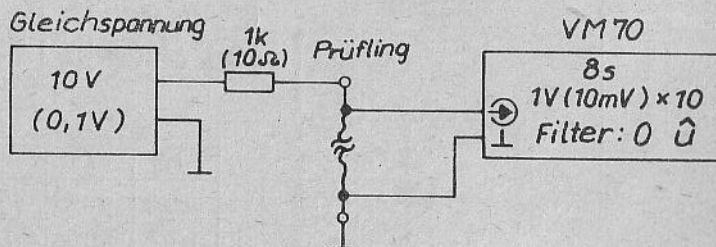

Bild 10: Kontaktfehlersuche
- Das VM 70 wird ebenfalls an die zu prüfende Strecke angeschlossen (Bild 10).